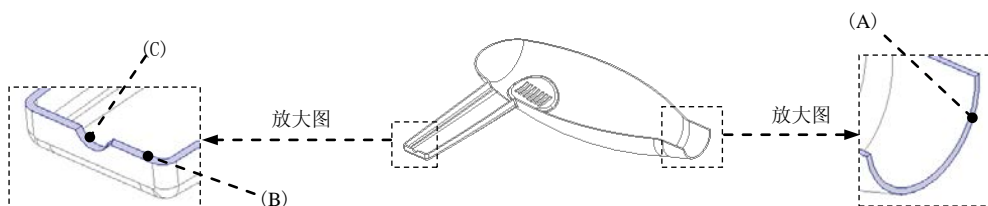

图 8.9 定义边界面
(3) 然后选取“边界面”（boundary surface），操作方法如下。
① 按住 **Shift** 键，选取图 8.9 中的三个曲面为边界面，此时图中所示的边界面会加亮。